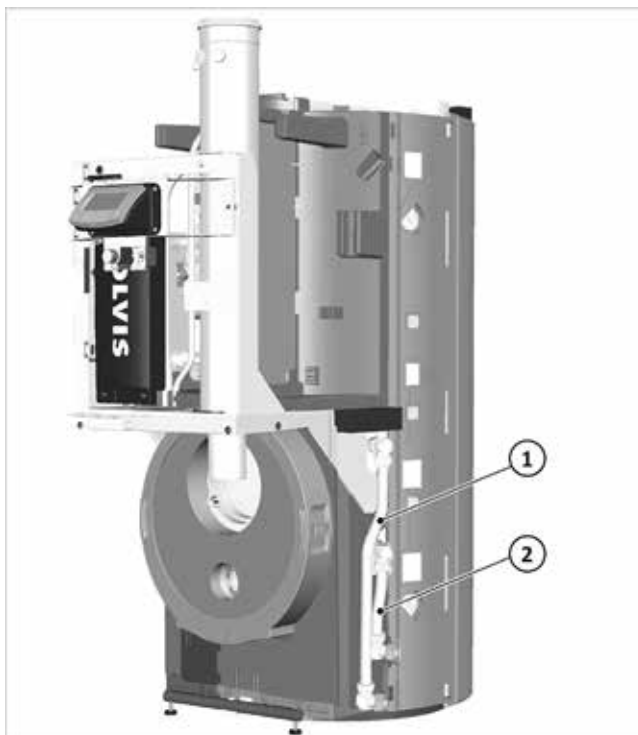

Fig. 35: Conexión de avance de calefacción (1)/retorno de calefacción (2) para estación de circuito de calefacción
1. Desmonte ambas escuadras en el avance y el retorno de calefacción (véase ➔ Fig. 35, pág. 20).